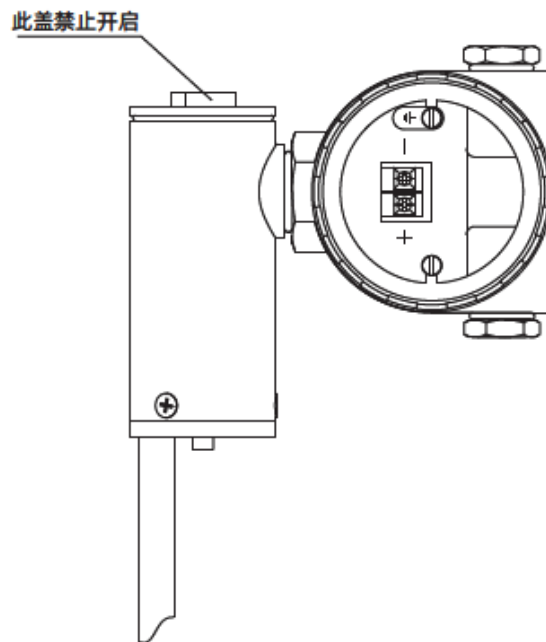

图 5
7.2.1 拧下电源端子盒盖,按图 5 接线, 内部接地线接铠装电缆外铠（若有）